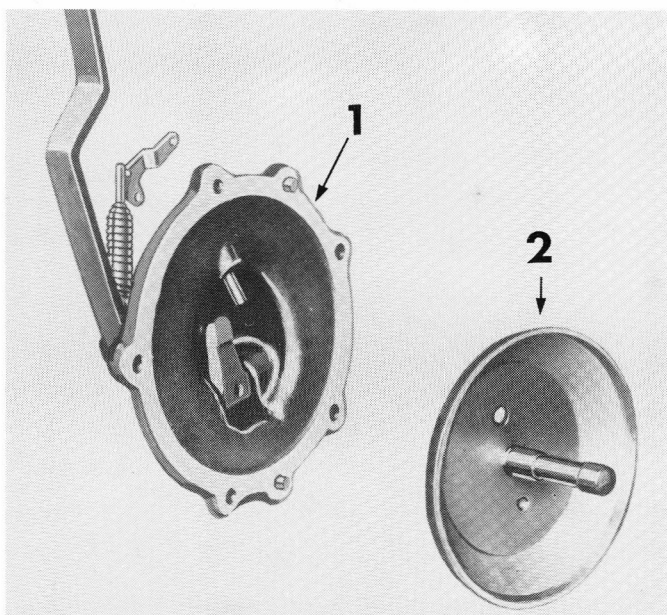

FIGURE 35 : Carter de régulateur et plateau de roulement extérieur — 1 = Carter de régulateur, 2 = Plateau de roulement extérieur.
3. Déposer le plateau de roulement extérieur du régulateur (Figure 35). La Figure 36 représente les billes en position dans le plateau d'entraînement du régulateur.